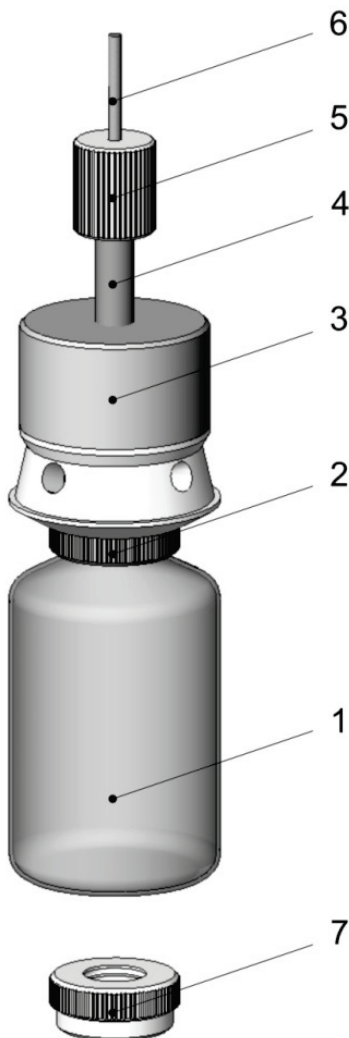

Рис. 1.
Система (рис. 1) состоит из корпуса с грузом 3, ручки 4, переходного кольца для крепления полиэтиленовой бутылки 2, бутылки полиэтиленовой (или стеклянной) 1, втулки для крепления троса 5, троса капронового 6, дополнительного переходного кольца для стеклянной бутылки 7. Все детали (кроме груза, ручки и бутылей) изготовлены из фторопласта или СВМПЭ. Ручка и груз изготовлены из нержавеющей стали.
- 6.1. При подготовке системы следует проверить крепление втулки к тросом к пробоотборнику (рис. 1).